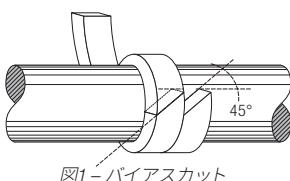

図1-バイアスカット
5. パッキンは常にひとつずつ分離したリングに切断してください。決してスタッフィングボックスの中にパッキンをコイル状に巻きつけないこと。バルブや膨張繼手用にリングをカットする場合は、バイアスカット(角度45度)が最も好ましい方法です。トップリングがパッキンスペースに適切に適合するかどうかを確認してから、一度にリングをひとつずつカットしてください。各リングは丸棒の軸に対して45度の角度でカットしてください(図1参照)。